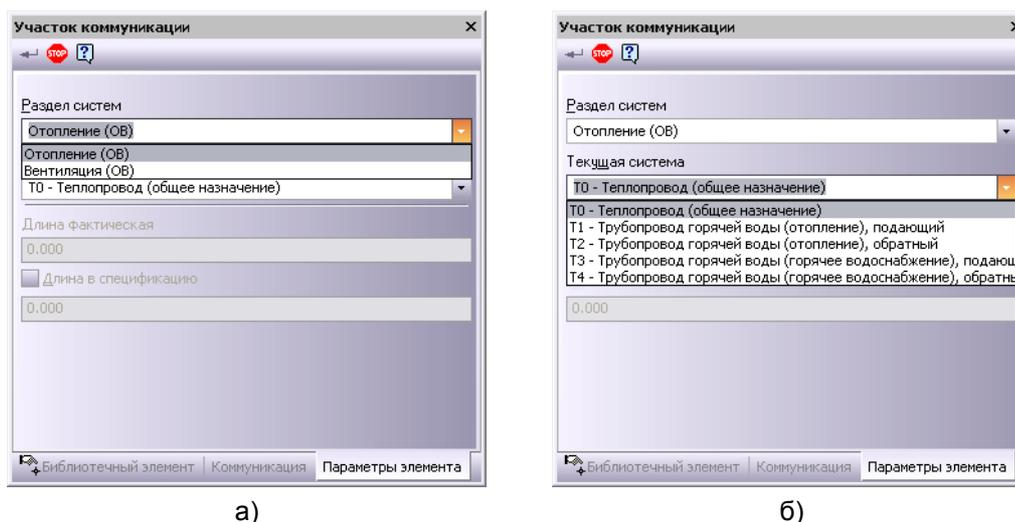

Рис. 2.1 Вкладка **Параметры элемента**:
2. На вкладке **Параметры элемента**, расположенной на **Панели свойств** выберите **Раздел систем**, **Текущую систему** (Рис. 2.1).